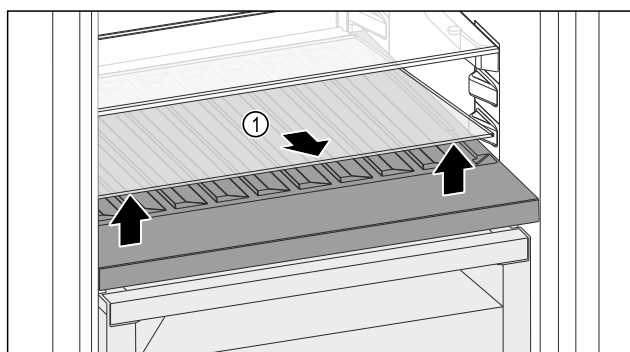

Fig. 142
- Glasplaat Fig. 142 (1) bij de uitsparing aan de voorzijde optillen en verwijderen.
- Glasplaat Fig. 142 (1) goed bewaren buiten het apparaat.